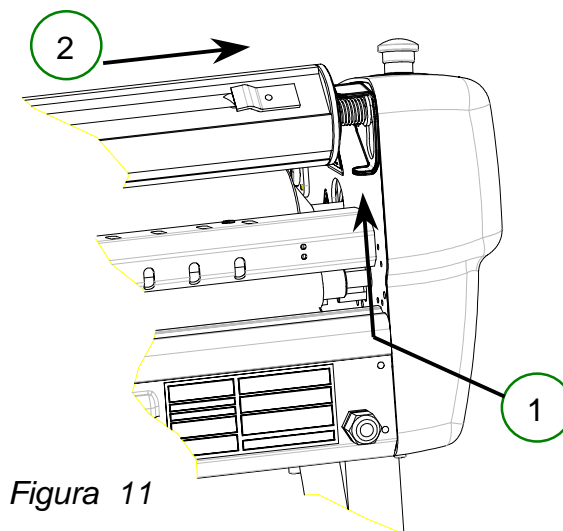

Figura 11
- Apriete el collar de fijación (véase la figura 11) hacia arriba con el dedo antes de deslizar hacia dentro el fiador del eje.